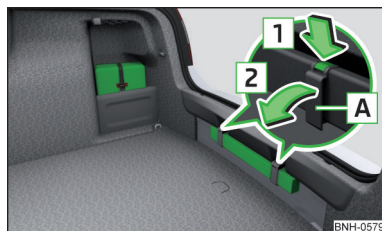

Abb. 239
Der Verbandskasten kann mithilfe eines Spannbands an der rechten Seite des Gepäckraums befestigt werden » Abb. 239.
Das Warndreieck kann in die Aussparung unter der Ladekante eingeschoben und mit Spannbandern gesichert werden » Abb. 239.
- Zum **Lösen** die Verriegelung am Band in Pfeilrichtung **1** drücken und das Band **A** in Pfeilrichtung **2** aufklappen » Abb. 239.